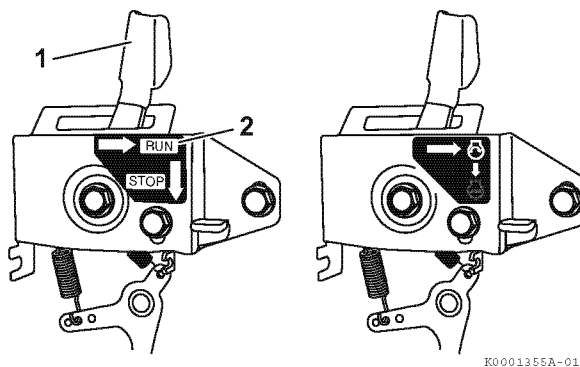

Abbildung 4
2. Falls die Motordrehzahlregelung **Abbildung 4** ähnelt, Drehzahlregelungshebel (1, **Abbildung 4**) auf Position RUN (2, **Abbildung 4**) schieben.